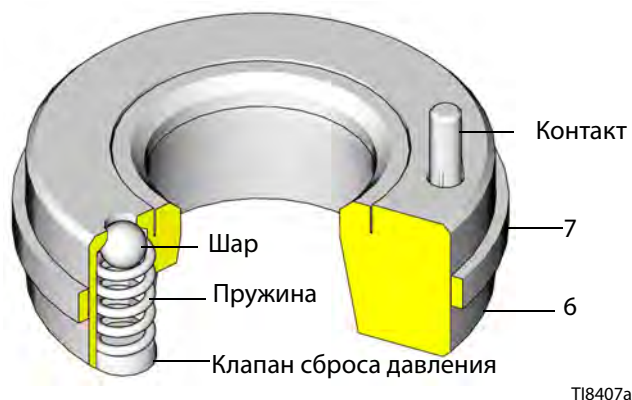

Рис. 2. Впускное седло с клапаном сброса давления
2. Используйте **текст на впускном корпусе (15)** в качестве ориентира для установки впускного канала клапана сброса давления (6★). Штифт на седле (см. Рис. 2) должен быть направлен в сторону впускного корпуса (15). Штифт помогает правильно расположить седло (6★), чтобы канал не блокировался частью корпуса.
- Установите седло впускного канала (33★) без клапана сброса давления в правой части впускного корпуса (15).